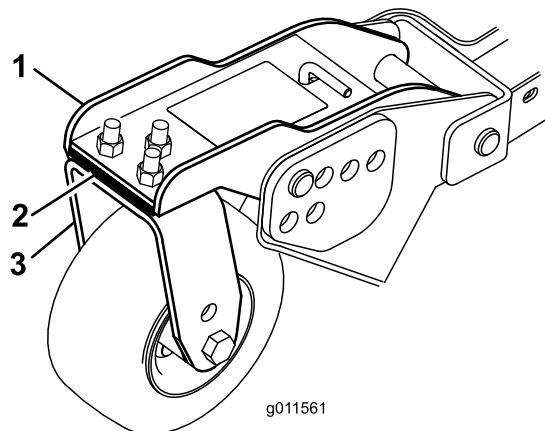

Figura 103
1. Togliete le viti a testa cilindrica e i dadi che fissano il braccio della ruota orientabile alla forcella (Figura 103).